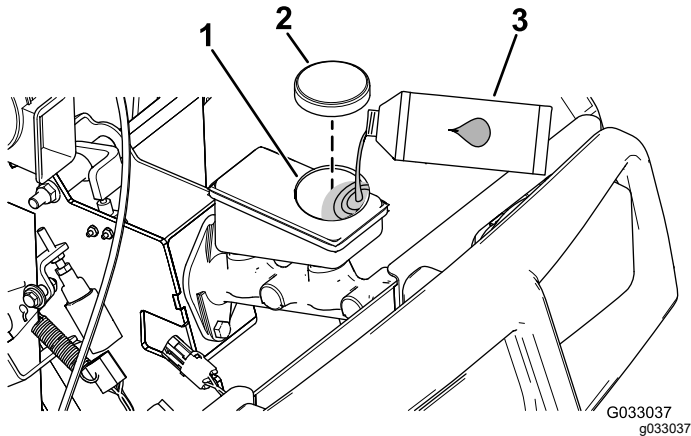

Figura 68
4. Eleve el capó para acceder al cilindro del freno principal y al depósito (Figura 68).
- A. Limpie la zona alrededor del tapón del depósito y retire el tapón (Figura 68).
- C. Coloque el tapón del depósito (Figura 68).